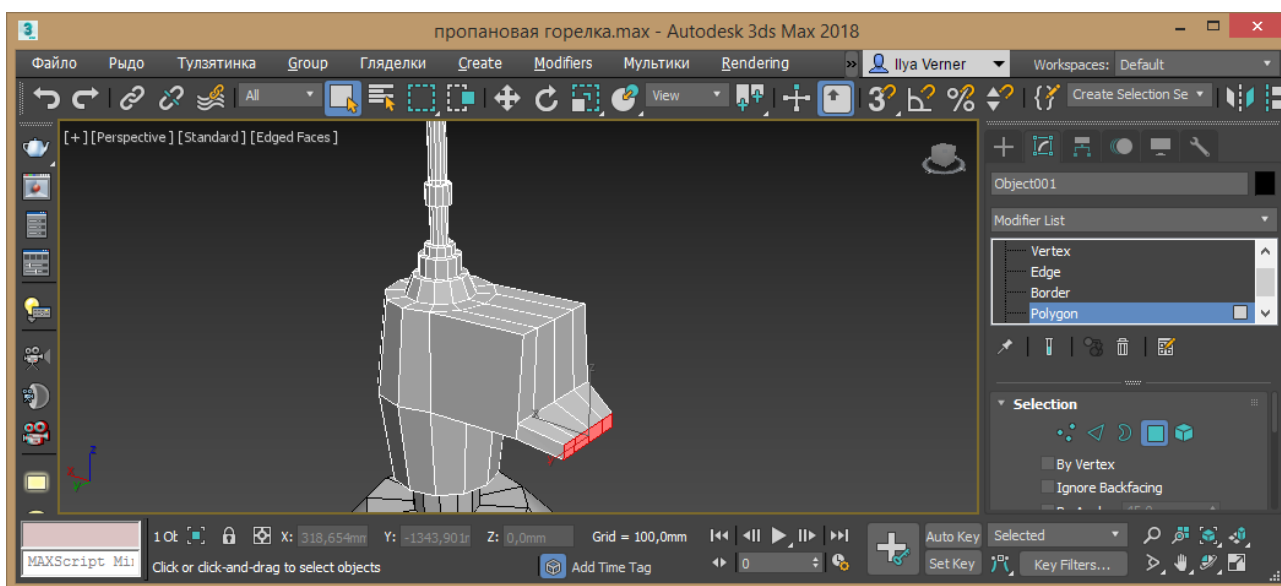

Рис. 4.9 – Редагування сегменту «носик»
9. Перейдіть у режим редагування ребер Edge виділіть вертикальні та кінці отриманого елемента та поділіть командою Connect 1, 0, 0. Отримане ребро змістіть до низу та перейдіть у режим редагування граней Polygon. Видавіть командою Extrude на 20 мм отримані ділення нижні грані. Командами масштабування та зміщення надайте елементу потрібну форму (рис. 4.9).